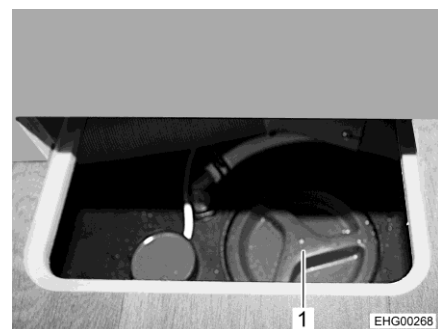

Bild 155 Avloppstank
- Öppna avloppstankens rengöringsöppning (Bild 155,1).
- Stäng avloppstankens rengöringsöppning (Bild 155,1).